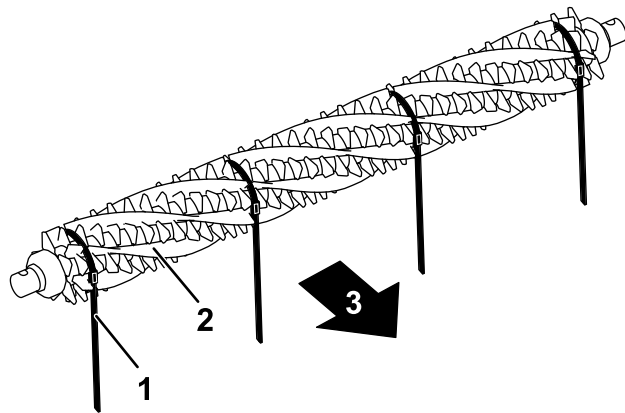

图 18
3. 从疏草刀滚刀的一侧将刷子滑入整个疏草刀滚刀上的每条凹槽 图 18。
重要事项 箍带需要以主要旋转方向绕着疏草刀刀片和刷子组件缠绕。图 18 中所示为用于正向旋转安装的箍带。